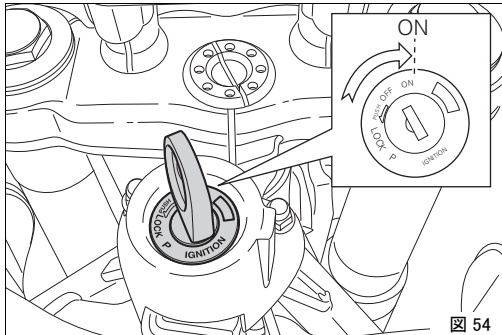

図 54
- 1) イグニッションキーを ON にします (図 54)。インスト